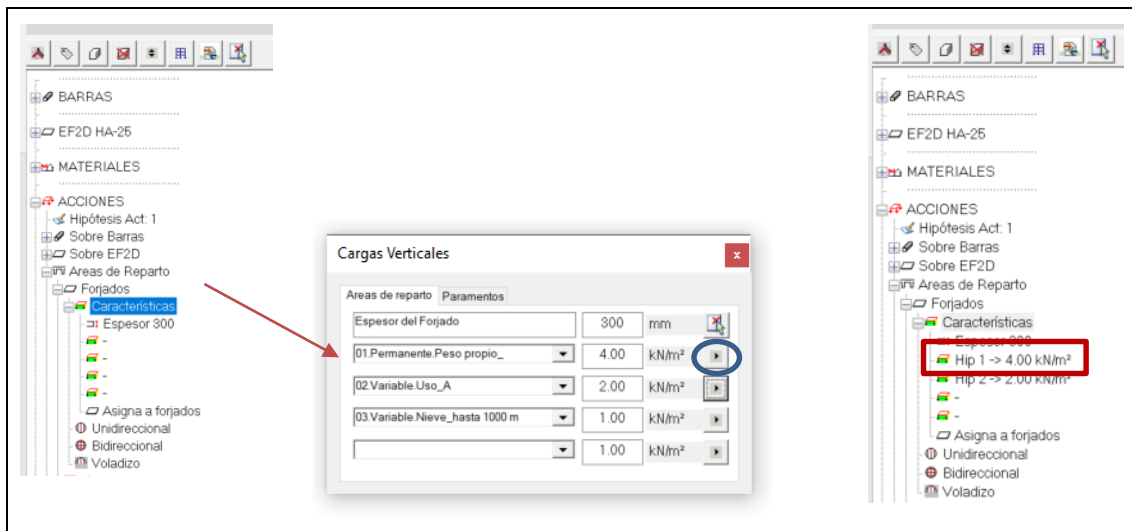

Figura 4. Características de las áreas de reparto tipo FORJADO
Para definir el valor de estas cargas se debe abrir el cuadro de diálogo "características" (iluminado en azul en la figura 4), pulsando dos veces el botón derecho del ratón sobre el comando "características" del menú de Architrave®.
Este comando abre un menú desplegable (figura 4) en el que se pueden elegir las siguientes opciones:
2. Las acciones para cada una de las Hipótesis. En el primer menú desplegable se elige la hipótesis. En la celda contigua se introduce el valor de la carga en kN/m². Para que el programa tenga en cuenta dicho valor, es preciso pulsar la flecha rodeada con un círculo azul en la figura 4.
Los valores "enviados" tras pulsar las flechas correspondientes, aparecen en el menú, justo debajo de la orden características (recuadrada en rojo, en el menú de la izquierda de la figura 4).